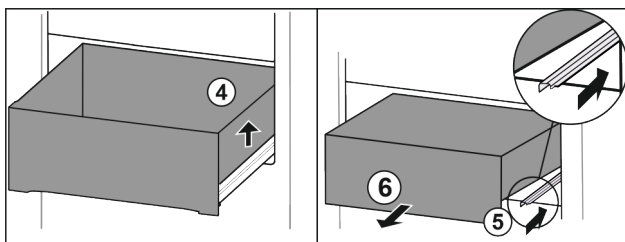

Fig. 106
- ▶ Emelje meg a fiók jobb oldalát. Fig. 106 (4)
- ▶ Tolja be a jobb oldali sít. Fig. 106 (5)
- ▶ Vegye ki a fiókot előre felé. Fig. 106 (6)